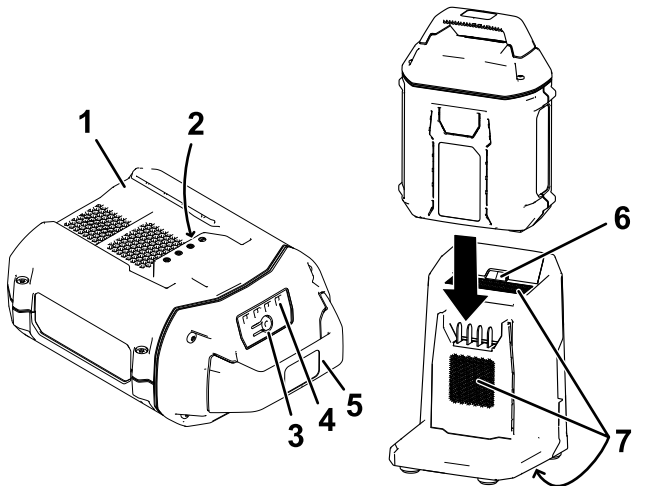

Figura 25
2. Alinee el hueco de la batería (Figura 25) con la lengüeta del cargador.
3. Introduzca la batería en el cargador hasta que esté completamente asentada (Figura 25).